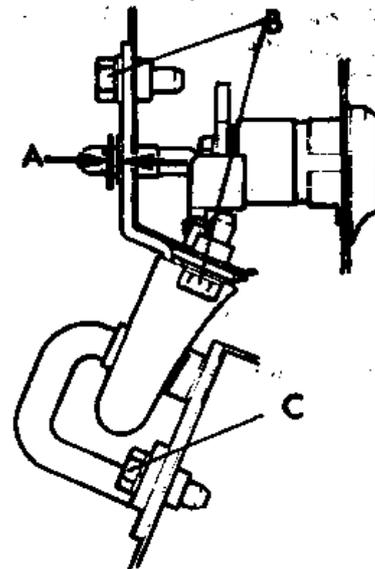

Рис. 12.14. Болты крепления замка багажника (В), зазор для пружинного клипса (А) и болты крепления фиксатора (С) (Разд. 16 и 17)
2. Выверните три болта с пружинными шайбами, крепящие замок к крышке багажника (Рис. 12.14). Снимите замок.
3. Установка замка производится в последовательности, обратной снятию, с учетом того, что в точке А на Рис. 12.14 необходим небольшой зазор.
2. Выверните два болта с пружинными и плоскими шайбами, крепящие фиксатор. Снимите фиксатор (Рис. 12.14).